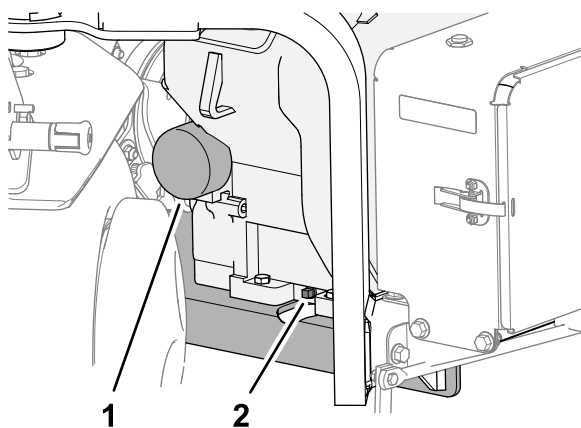

Figura 150
3. Coloque un recipiente debajo del tapón de vaciado de aceite y retire el tapón (Figura 150).
1. Coloque un recipiente poco profundo debajo del filtro de aceite, y retire el filtro (Figura 150).
6. Enrosque el filtro de aceite sobre el adaptador del filtro hasta que la junta entre en contacto con el adaptador del filtro (Figura 150), luego apriete el filtro $\frac{1}{2}$ vuelta más.